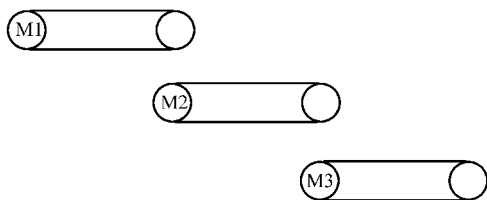

图 3-19 多级带输送机
6. PLC 控制的多级带输送机如图 3-19 所示。具体控制要求如下：